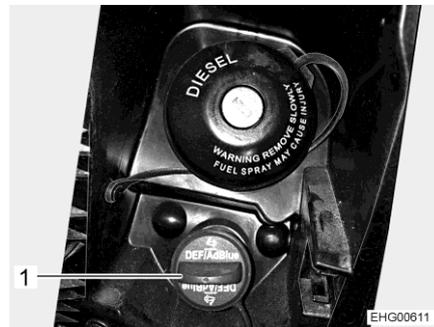
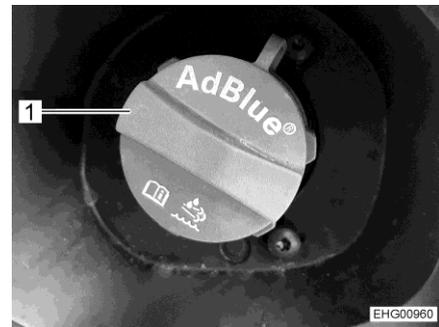

Fig. 12 Bec de remplissage d'AdBlue® (Campeo/Eliseo)
Fig. 13 Bec de remplissage d'AdBlue® (Delfin C)
- Tourner le couvercle bleu (Fig. 12,1 ou Fig. 13,1) dans le sens inverse des aiguilles d'une montre et le retirer.